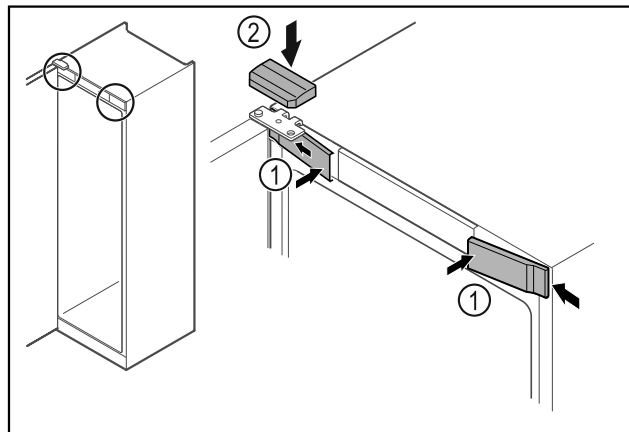

Fig. 62
- Klik de forreste afdækninger Fig. 62 (1) i på siden, og lad dem gå i hak.
- Klik på den øverste afdækning Fig. 62 (2) på ovenfra.